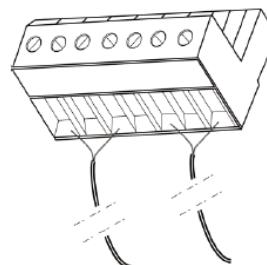

Figura 17 Conexión del cable de salida de audio al terminal de cableado de entrada del amplificador de potencia
- Tome el extremo del cable que se introdujo a través de la cubierta protectora del terminal de cableado del amplificador de potencia, conecte el cable al terminal de cableado de salida del amplificador de potencia (conector euroblock verde 7P de 5,08 mm), y apriete los tornillos. Consulte la Figura 17.
- Conecte el extremo del cable que se ha introducido a través de la cubierta protectora de la ZS-2000M al terminal de cableado de entrada del amplificador de potencia (conector euroblock verde 4p de 5,08 mm), y apriete los tornillos. Consulte la Figura 17.
Pele la cubierta del cable de un extremo del cable de conexión del contacto seco preparado en unos 10mm, inserte los cables en el terminal de cableado del contacto seco (conector euroblock verde 8P de 3.81mm), y apriete los tornillos. Consulte la Figura 17 para obtener más información.